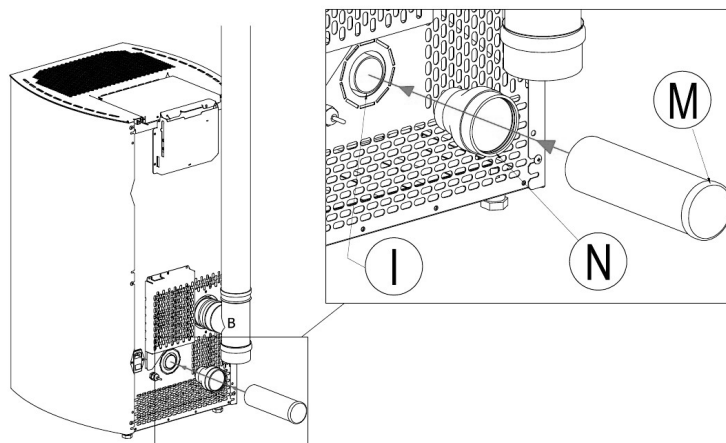

Fig. 12 - Conexiones
LEYENDA	Fig. 12
- Empalme N con Q utilizando un tubo flexible o rígido de diámetro de 60 mm, con una longitud máxima de 2 metros (ver **Fig. 12**).